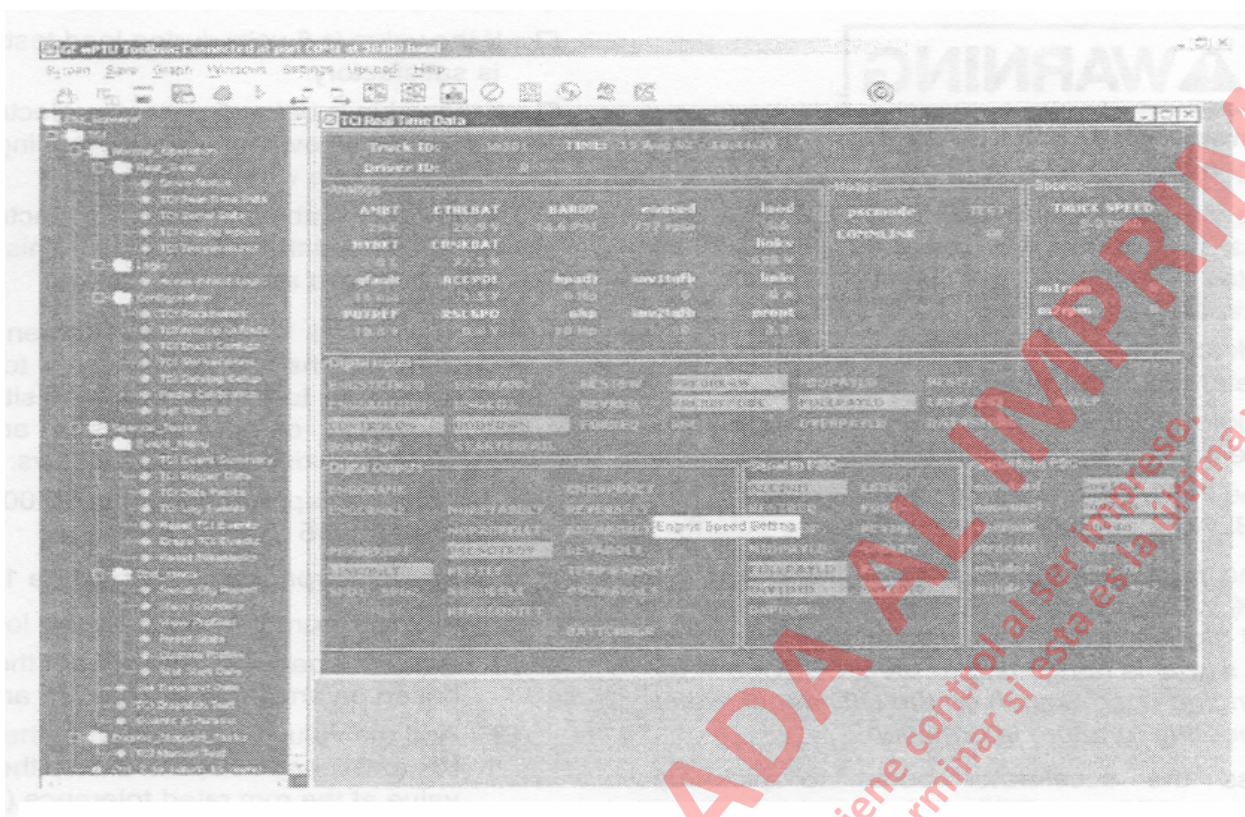

FIGURA 3-15. PANTALLA DE DATOS DE TIEMPO REAL TCI
- Verifique que los valores análogos y funciones destacadas sean similares a la pantalla TCI Real Time Data de la Figura 3-15.